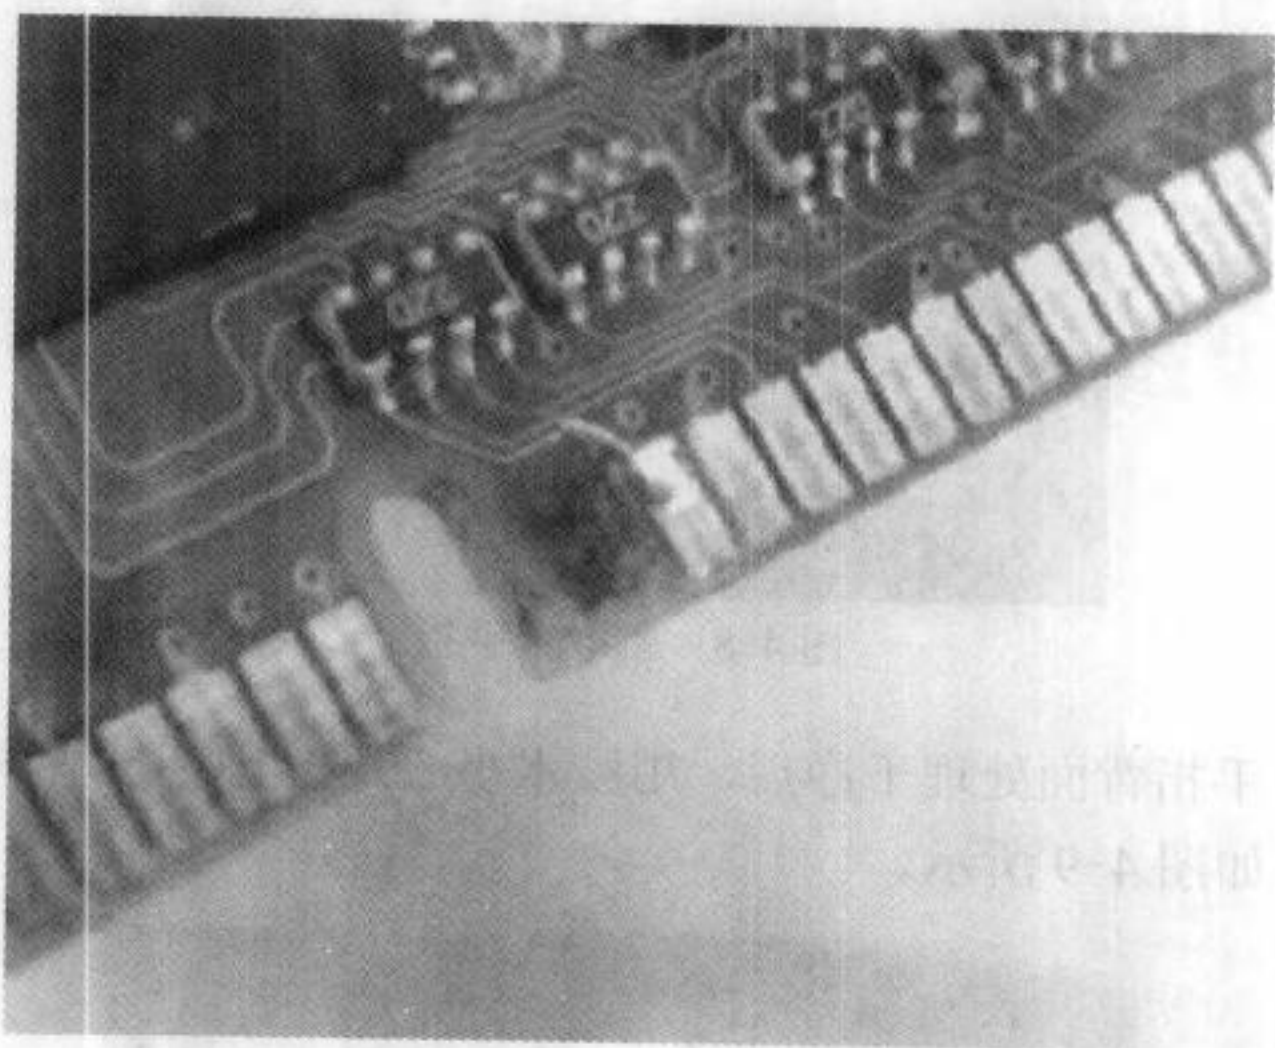

图 4-11 连接信号线
(5) 再把原来连接金手指的 PCB 线路阻焊漆刮掉，涂少量焊膏，用电烙铁把细铜丝与断线连起来（见图 4-11），把多余的线头切断，轻刮干净多余的胶，最后清洗一下即可。